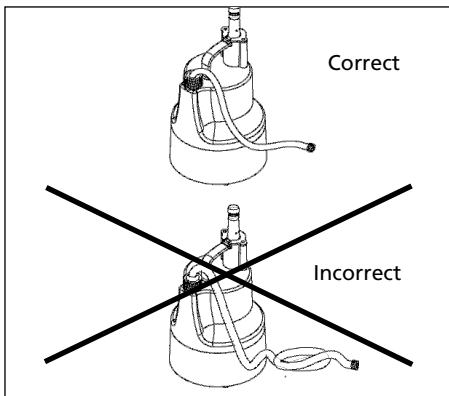

Figure 4
3. Pour le meilleur rendement, dérouler le tuyau avant de démarrer la pompe. Enlever les plissements dans le tuyau afin de permettre le pompage du modèle sans restrictions (Voir Figure 4).